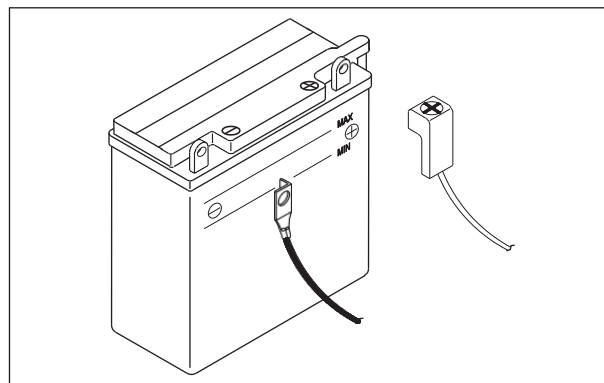

Fig. 5.8
- Aplique vaselina en los terminales después de realizar las conexiones y cubra el terminal positivo con el protector plástico. (Fig. 5.8)